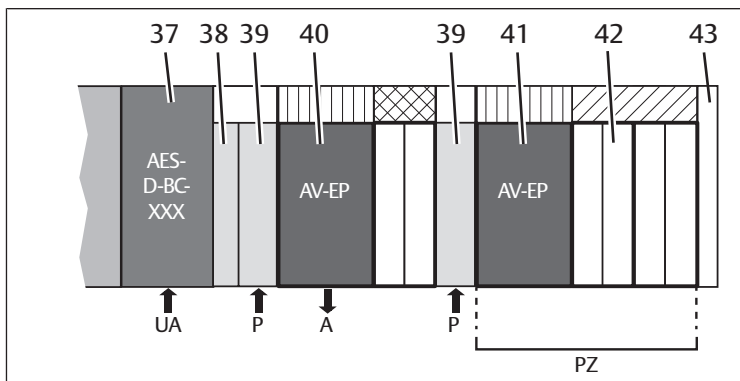

Fig. 12: Configuración de ejemplo
En la fig. 12 se muestra una configuración de ejemplo de un sistema de válvulas AV con acoplador de bus AES.
1. Disponga una placa de alimentación neumática (39) para garantizar que se disponga de una conexión adicional de aire de alimentación/escape.
- ▶ Coloque la válvula reguladora de presión AV-EP contigua a las válvulas distribuidoras que reciben la alimentación (42). La válvula reguladora de presión AV-EP debe quedar en el lado orientado al acoplador de bus AES (37) (véase la fig. 12, zona de presión PZ).
Para alcanzar el caudal máximo de la válvula reguladora de presión AV-EP, recomendamos montar una placa de alimentación neumática (39) antes de la válvula reguladora de presión (véase la configuración de ejemplo en la fig. 12).
- ▶ Coloque el regulador de presión única (40) entre el acoplador AES (37) y el regulador de zonas de presión (41) (véase la configuración de ejemplo en la fig. 12).